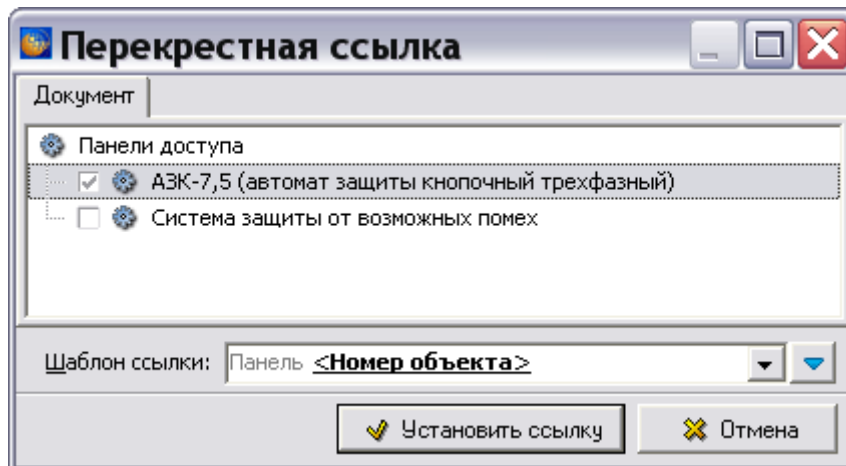

Рис. 6.16
- Включите радиокнопку **Ссылка на панель доступа** и нажмите на кнопку **Установить ссылку на панель доступа** . В окне **Перекрестная ссылка** будет присутствовать список названий панелей доступа, если они были введены ранее. Пример окна **Перекрестная ссылка** показан на Рис. 6.16.